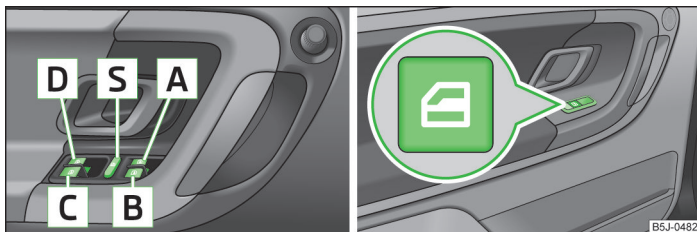

Fig. 20 Teclas en la puerta del conductor/en las puertas traseras
- Si se transporta niños en los asientos traseros, se recomienda poner fuera de funcionamiento los elevalunas eléctricos de las puertas traseras (conmutador de seguridad) **S** » fig. 20 de la página 37.
Teclas de los elevalunas » fig. 20.
Se pueden poner fuera de servicio de las teclas en las puertas posteriores pulsando el interruptor de seguridad  » fig. 20. Se ponen de nuevo en funcionamiento las teclas en las puertas traseras pulsando repetidamente el conmutador de seguridad .